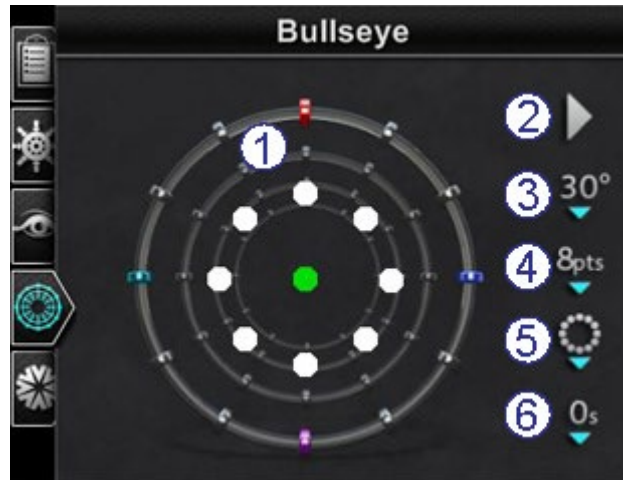

Figure 66. Panneau de commande du ciblage *Bullseye* avec réglages par défaut
Explicatif du ciblage *Bullseye* (Figure 66 et Figure 67)
- ① **Ciblage *Bullseye*.** La cible *Bullseye* elle-même représente le canevas où l'axe et les points centraux sont indiqués (Figure 66).
i Remarque : L'exemple figurant sur la Figure 66 affiche les boutons par défaut pour les paramètres de ciblage *Bullseye*.